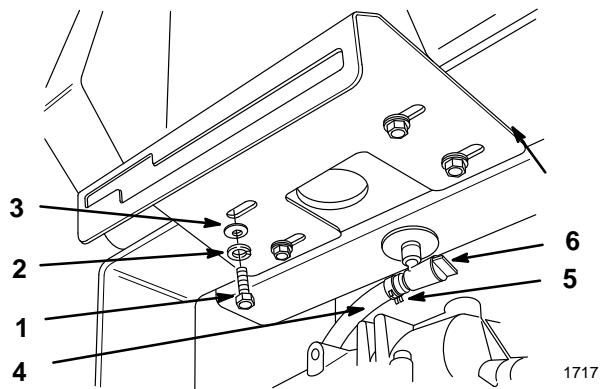

Abbildung 2
2. Bedienungskonsole und Kraftstofftank am hinteren Rahmen mit (4) 22,5 mm (7/8") Schrauben, Sicherungsscheiben und Unterlegscheiben befestigen (Abb. 2).
3. Schlauchschelle auf die Kraftstoffleitung schieben (Abb. 2). Kraftstoffleitung auf das Anschlußstück des Kraftstofftanks schieben und mit der Schlauchschelle fixieren (Abb. 2).